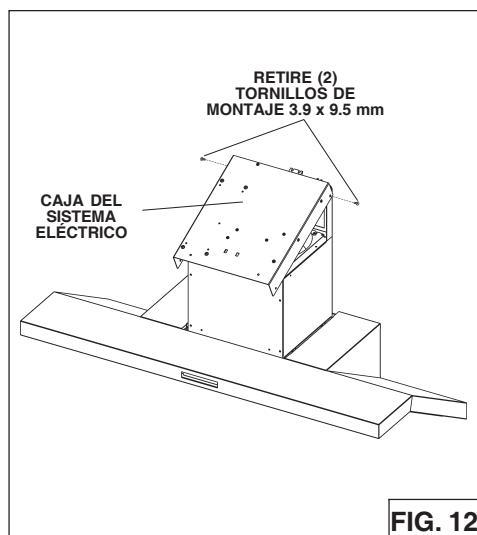
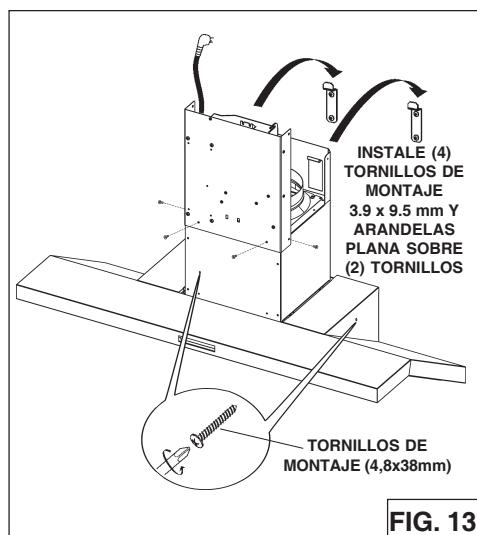

FIG. 12
FIG. 13
1. Retire la caja del sistema eléctrico del bastidor de la chimenea quitando (2) tornillos de 3.9 x 9.5 mm. Fig. 12.
2. Fije la caja del sistema eléctrico al bastidor usando (2) tornillos de 3.9 x 9.5 mm que quitó en el Paso 1 y (2) tornillos de 3.9 x 9.5 mm y (2) arandelas planas de la bolsa de herramientas.
3. Instale la campana en los soportes de montaje de pared. Fig. 13. Ajuste los tornillos de nivelación en los soportes de montaje para nivelar la campana con el piso.
4. Marque e instale (2) tornillos adicionales, tal como se ilustra. Use taquetes para panel de yeso solamente si fuera necesario.